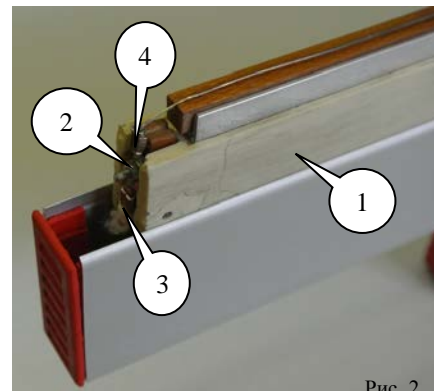
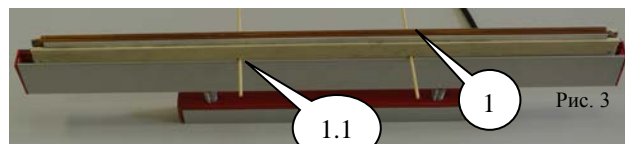

Рис. 2
Рис. 3
- После нажатия рама крепления запаивающего лезвия (1) Рис.2 поднимется вверх и примерно посередине в раме вы увидите два технологических отверстия (1; 1.1) Рис.3 диаметром по 3 мм;
- Далее в них необходимо вставить подходящие по диаметру стержни, чтобы зафиксировать раму в выступающем положении над корпусом (см. Рис.3);
- Открутите гайку лезвия (2) Рис.2 специально приложенной отверткой с одной стороны;
- Снимите токоподводящую клемму(3) Рис.2;
- Снимите клемму нагревающего пружинного элемента (4) Рис.2;